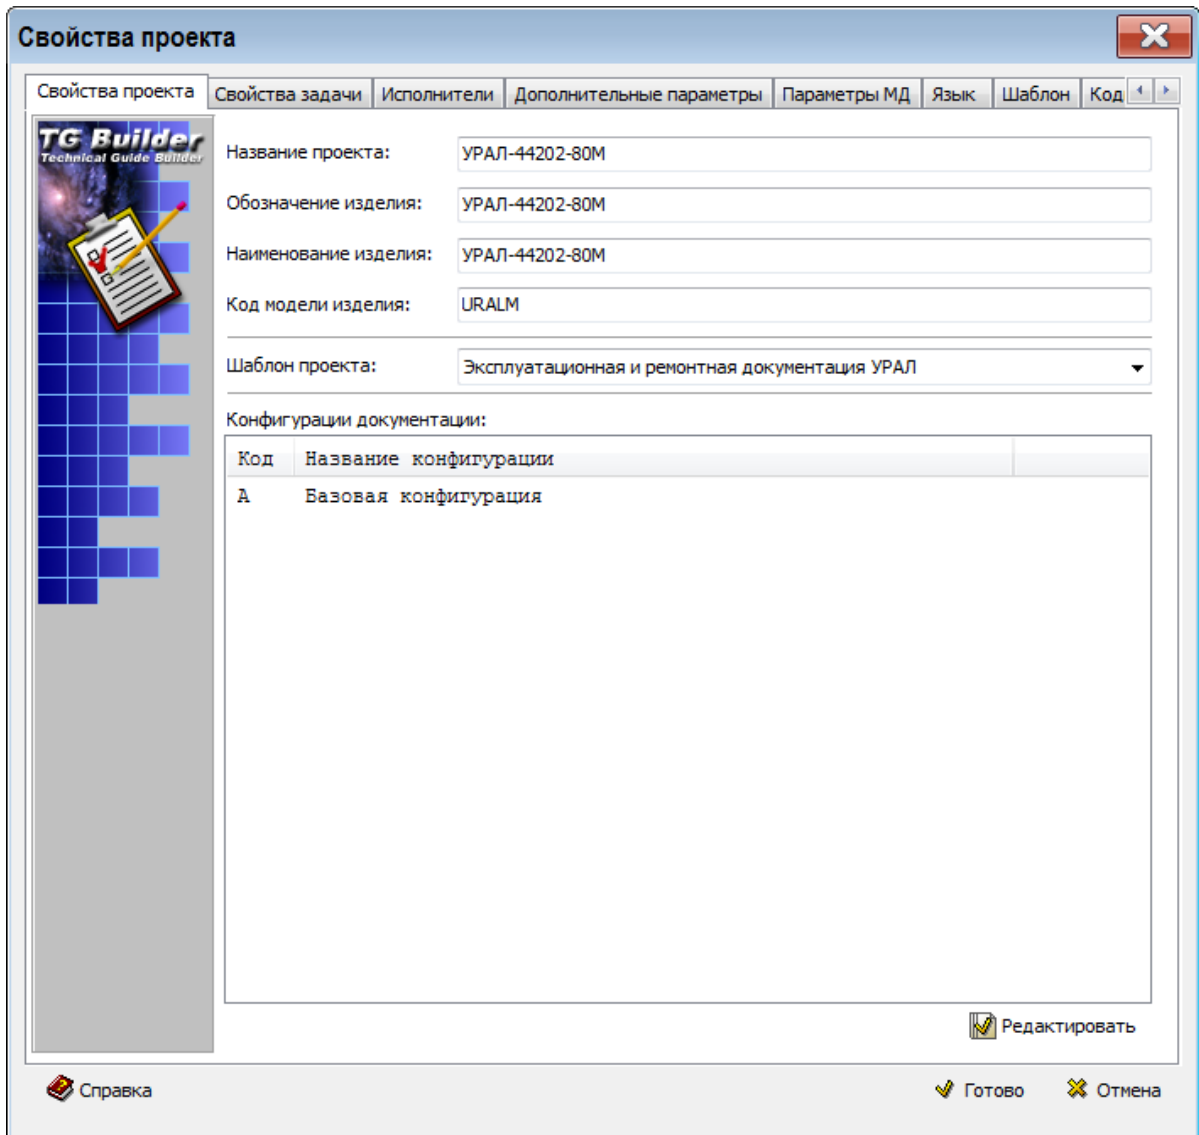

Рисунок 36
2) Выделите нужный проект и нажмите на кнопку **Параметры проекта**  или выберите из контекстного меню проекта пункт **Параметры проекта**. После этого откроется диалоговое окно **Свойства проекта** (рисунок 36).